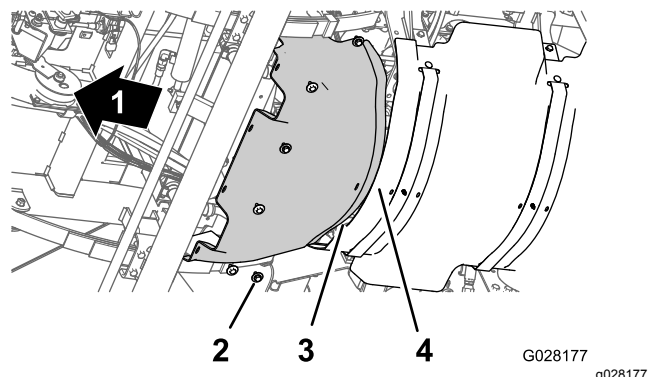

Figura 59
1. Allineate la flangia posteriore dello schermo termico anteriore sopra alla flangia anteriore dello schermo termico posteriore (Figura 59).
2. Allineate i fori sullo schermo termico anteriore con i fori filettati nello chassis (Figura 59).
3. Montate lo schermo termico anteriore alla macchina con i 6 bulloni a testa esagonale e le 6 rondelle (Figura 59) rimossi al passaggio 3 della sezione Rimozione dello schermo termico anteriore (pagina 53).